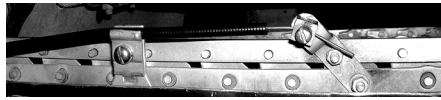

Рисунок 2 – Установка устройства в моторном отсеке и подключение тросика привода
6.2 Закрепить устройство на кронштейнах крепления моторредуктора (см. рисунок 2) в моторном отсеке (максимально удалении от горячих деталей ДВС) с минимальными перегибами троса привода (не более 90° с минимальным радиусом изгиба 200мм). Закрепить трос привода жалюзи в закрытом положении пластин. Окончательную проверку положения пластин жалюзи провести во время настройки температуры срабатывания 6.6 во время проведения контрольного теста.